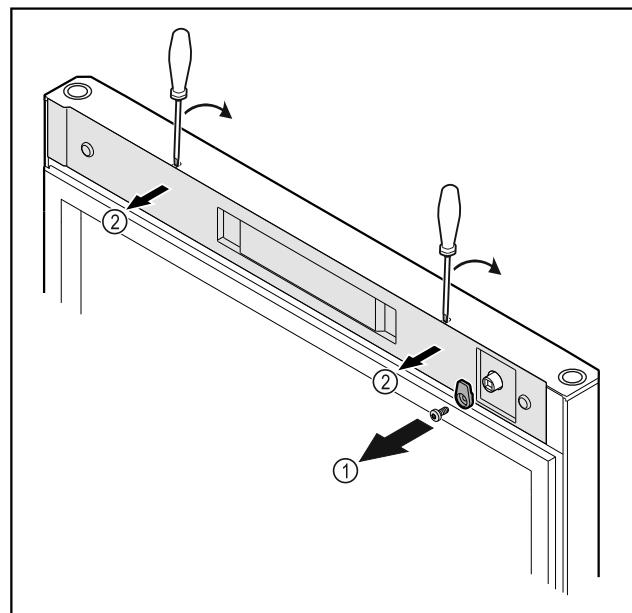

Fig. 6
- Schließhaken Fig. 6 (1) abschrauben.
- Abdeckung Fig. 6 (1) mit einem kleinen Schraubendreher ausrasten und abnehmen.